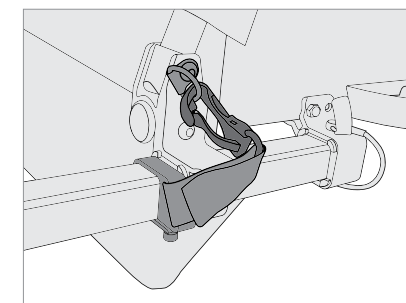

Abbildung 13
4. Den Sicherheitsriemen an den D-Ring auf dem Kinderanhängerrahmen klipsen (Abbildung 13).